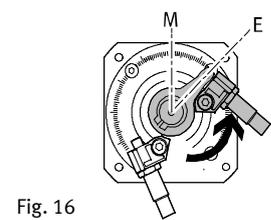

Fig. 16
- Spingere il supporto ammortizzatore con ammortizzatore (deceleratore in gomma o ammortizzatore) vicino alla leva di arresto. Allo scopo la corsa di ammortizzazione deve essere schiacciata finché la guaina del rispettivo ammortizzatore non sia a contatto con la leva di arresto (Fig. 16). Se necessario bloccare sulla testa esagonale.